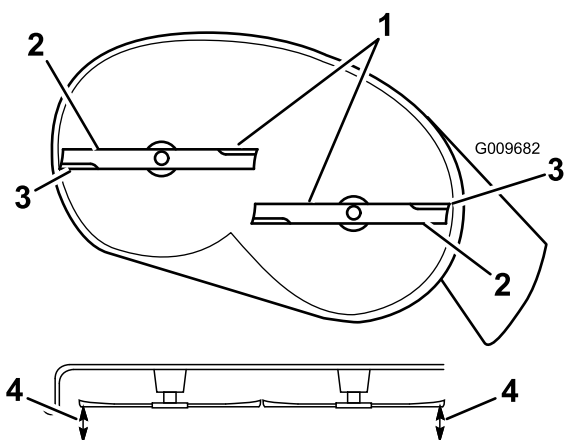
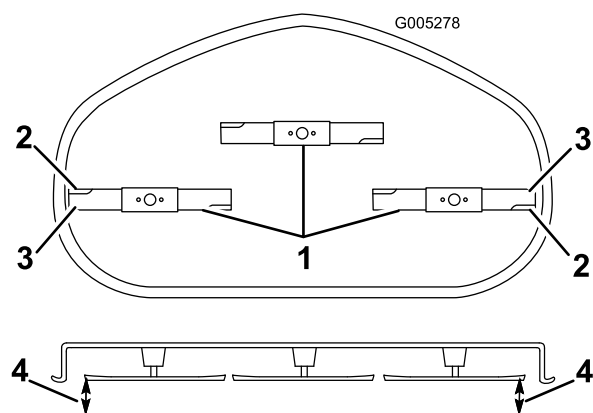

Figura 59
Figura 60
4. Girate con cautela la(e) lama(e) in modo che sia(no) disposta(e) lateralmente (Figura 59 e Figura 60).
5. Misurate la distanza tra i taglianti esterni e la superficie piatta (Figura 59).